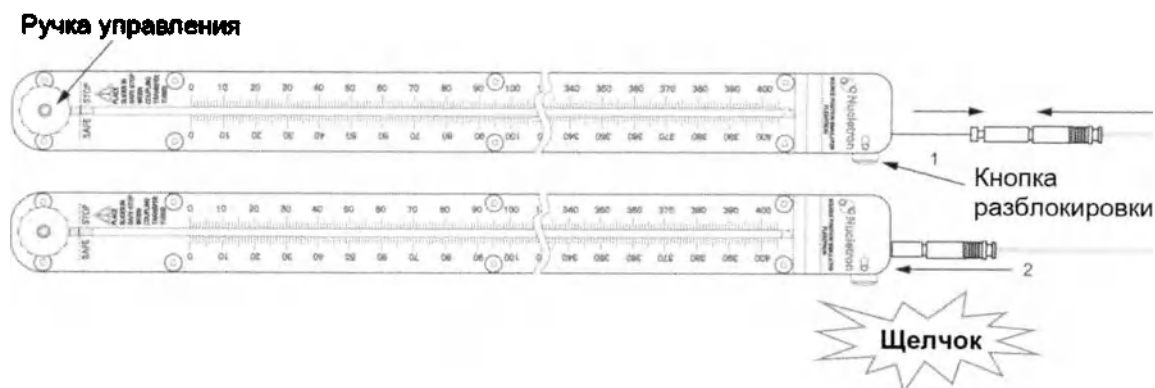

Рис. 22: вставка провода симулятора в трубку для перемещения источника и подсоединение адаптера к симулятору положения источника
2. Убедитесь, что провод симулятора полностью отведен в безопасное положение. Данное положение отмечено на верхней части линейки; см. Рис. 22.
3. Осторожно введите провод симулятора в трубку для перемещения источника (1); см. Рис. 22. Следите за тем, чтобы провод симулятора не перегибался.
4. Нажмите на кнопку разблокировки и подсоедините трубку для перемещения источника/адаптер к симулятору положения источника (2); см. Рис. 22. При установке трубки/адаптера должен раздаться щелчок. Убедитесь, что все соединения между симулятором положения источника и аппликатором хорошо подогнаны.